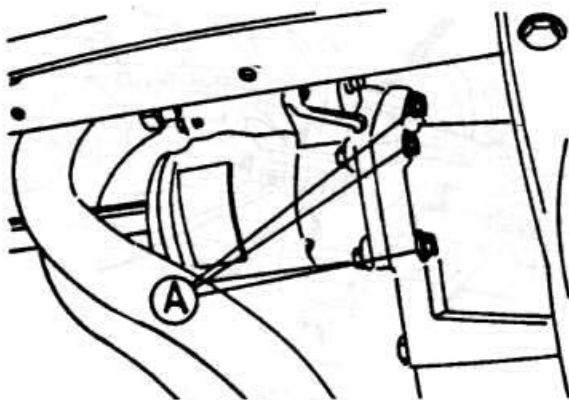

Рис. 7.4
- ♦ Отвинтите три болта, показанные на рис. 7.4. Новый стартер необходимо устанавливать в обратной последовательности.